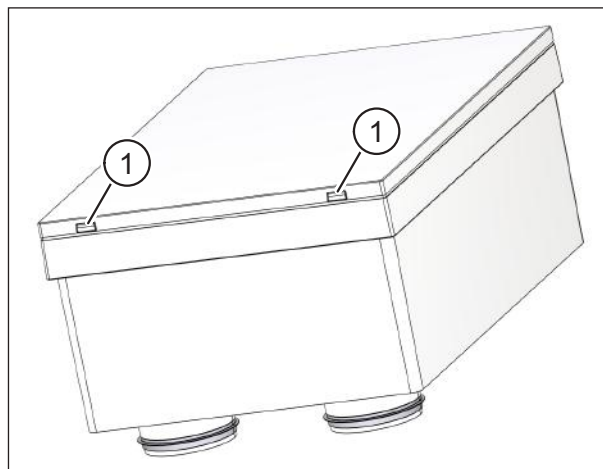

Рис. 30: снять крышку с вентиляционной установки
- ▶ Надавите большими пальцами рук на оба фиксирующих крючка (поз. 1 на рис. 30) в нижней части вентиляционной установки. Крышка отделится.